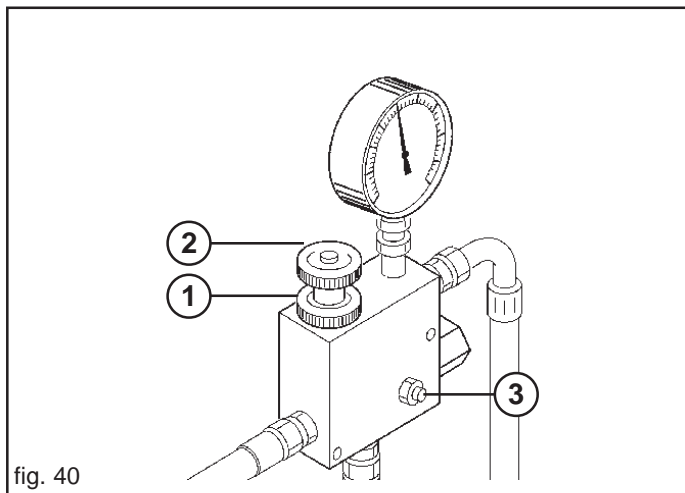

fig. 40
Se es necesario aumentar incrementar el número de revoluciones de la toma para la distribución de semillas mayor, moviendo con prudencia y atención como sigue (Fig. 40):
- b) desde el pomo (1, Fig. 40);
- c) girar en sentido horario o antihorario el pomo (2, Fig. 40) para disminuir o aumentar la presión y variando el número de revoluciones de la toma.